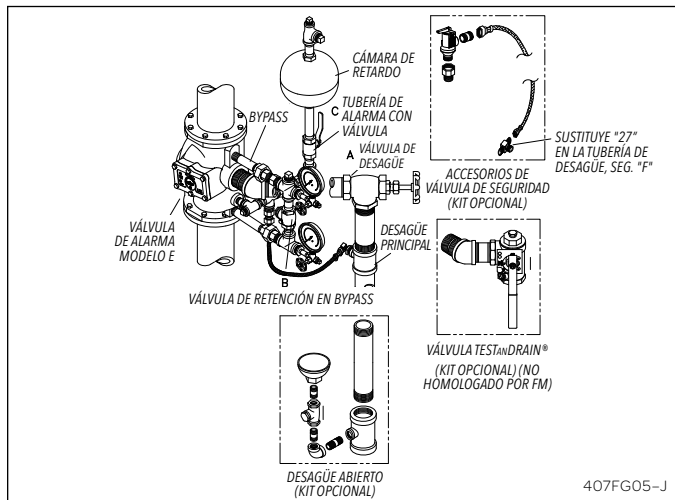
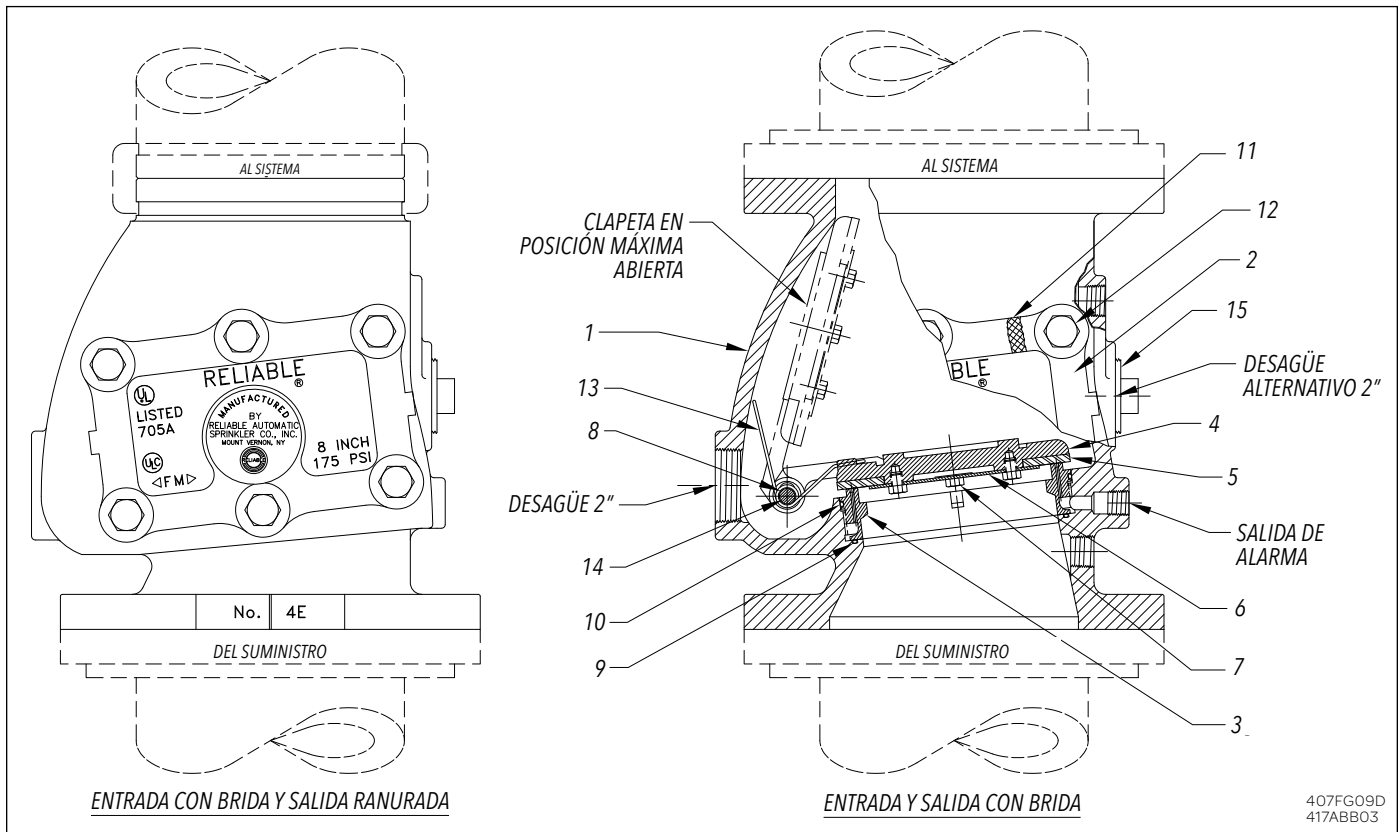

Fig. 7 - Accesorios E3 vertical
Fig. 9
1. La línea de bypass, Fig. 7, con la válvula de retención (B) permite que las presiones transitorias pasen de aguas abajo a aguas arriba de la clapeta de la válvula de alarma sin que ésta se separe de su asiento. Las sobrepresiones repetidas acumulan un exceso de presión efectiva en el sistema que estabiliza la clapeta y evita las falsas alarmas. Caso de que un aumento de presión importante hace que se levante la clapeta y permita que entre agua en la tubería de alarma, entra en acción la cámara de retardo modelo E1.
Pruebas (Figs. 7 y 8)
1. Abra la válvula de desagüe (A), Fig. 7, lo que debería eliminar del asiento de la válvula de alarma cualquier materia suelta. Cierre la válvula y observe si el flujo de agua se detiene.
- 2) Revestimiento de goma de la clapeta y anillo de sujeción Ensamblaje: Ítem 5, Fig. 9.
- 3) Juntas tóricas del asiento: Ítems 9 y 10, Fig. 9.
- c. En cualquier caso (a o b), vacíe el sistema abriendo la válvula (A), Figs. 7 y 8. Retire la tapa (2), Fig. 9, el tapón del tubo del eje (14), el pasador de articulación (8) y el conjunto de clapeta (4).
- 2) Retire las juntas tóricas ítems 9 y 10, Fig. 9. Limpie a fondo las ranuras y superficies de cierre de las juntas. Compruebe que no haya daños o materia extraña.
- 3) Sustituya la tapa (2) asegurándose de que la junta de la tapa (11) está bien colocada y los pernos y las tuercas bien apretados.
- 4) Cerrar la válvula de desagüe (A) (Fig. 7). Abra poco a poco la válvula de control principal. Asegúrese de que la válvula (C) y la válvula de control principal estén supervisadas correctamente en la posición abierta (OPEN).
Las falsas alarmas son causadas generalmente por sobrepresiones transitorias en el suministro de agua y pueden producirse si el sistema pierde su exceso de presión efectiva (ver "Funcionamiento"). La existencia de valores similares en los manómetros de suministro y de sistema indican que se ha perdido el exceso de presión. Uno o más de los siguientes contribuirán a esta pérdida de presión – Fuga de válvulas de desagüe del sistema, fugas en el asiento de la válvula de alarma (3), Fig. 6, con fugas entre la clapeta (4) y el revestimiento (5), o con fugas en la válvula de retención en bypass (B), Fig. 7.